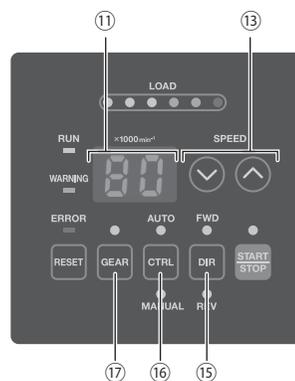

Fig. 26
- Il giunto d'ingresso aria ⑦ è progettato per accettare pressioni di aria di raffreddamento comprese tra 0,25 e 0,3 MPa (36,3 - 43,5 psi). Se la pressione dell'aria è eccessivamente bassa, il CONTROLLER non funzionerà e verrà visualizzato un codice d'errore.
- L'aria di raffreddamento fornisce inoltre al mandrino motorizzato la funzione di spurgo. Se l'interruttore principale ⑨ viene impostato su OFF, l'aria di raffreddamento continuerà a fluire. Quando si usano il CONTROLLER e il SELECTOR senza mandata di aria di raffreddamento, cambiare il parametro di impostazione "  Selezione dell'intervento manuale di monitoraggio dell'aria" su ON. Non spruzzare mai liquido di raffreddamento direttamente sul corpo del mandrino senza aver prima attivato l'aria di spurgo.
- Quando si usa il SELECTOR non usare il giunto d'ingresso aria ⑦ né il giunto d'uscita aria ⑧ del CONTROLLER. Per ragioni di sicurezza e per impedire la penetrazione delle polveri, installare il connettore dell'aria fornito ((ϕ 6) per il blocco dell'aria) sul giunto d'ingresso aria ⑦ e sul giunto d'uscita aria ⑧. L'ingresso dell'aria è collegabile direttamente al SELECTOR.
- Per ragioni di sicurezza e come misura anti-polvere, quando non si usano le prese d'ingresso/uscita A ③, B ④ o la presa seriale I/F del CONTROLLER, mantenere applicata la copertura di protezione delle prese.
15 - 1 Selezionare la modalità di controllo (MANUAL/AUTO). (Eseguire la selezione con il tasto di controllo (CTRL) ⑯ mostrato nella Fig. 26.)
- (1) Con il tasto di controllo (CTRL) ⑯ è possibile scegliere la modalità manuale (pannello comandi anteriore) o la modalità automatica (sorgente di segnale esterna). La sorgente di segnale esterna può essere utilizzata per controllare l'avvio/l'arresto del motore, la direzione di rotazione, la velocità del motore ecc. da una fonte di controllo esterna (CNC).
- (2) Durante l'uso con una sorgente di segnale esterna, premere il tasto di controllo (CTRL) ⑯ della Fig. 26 per selezionare AUTO. Il LED AUTO si illuminerà.
- (1) Impostare la direzione di rotazione del motore (con il tasto direzione di rotazione (DIR) ⑮ mostrato nella Fig. 26.)
- (2) Impostare la rotazione di centratura a 500 min⁻¹ (rpm) (con il tasto di regolazione della velocità del motore (SPEED ▲, ▼) ⑬ della Fig. 26).
- (3) Impostazione del rapporto di riduzione (con il tasto di selezione del rapporto di riduzione (GEAR) ⑰ della Fig. 26).